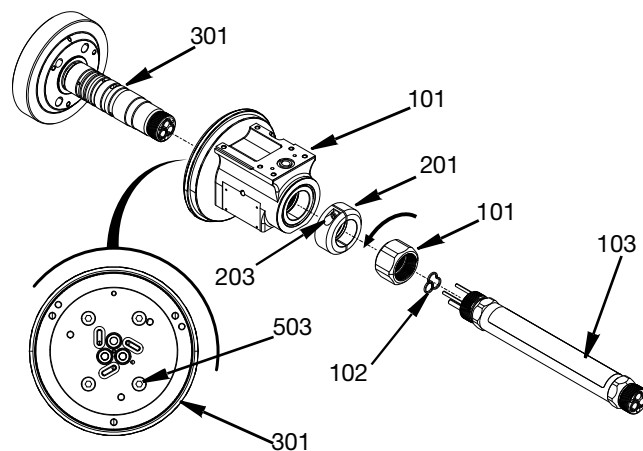

ABB. 19
1. Lösen Sie die Spannschraubenmutter (101), indem Sie sie gegen den Uhrzeigersinn drehen, so dass sie auf das Hauptgehäuse der Switch 3D Edelstahl-Pistole zeigt. Durch die Drehung der Mutter wird die lange Rohrbaugruppe (103) vom Mittelteil (301) abgetrennt. Die Adapterdichtung (102) entsorgen.
2. Lösen Sie die beiden M5 Innensechskant-Schrauben (203) mit einem Sechskantschlüssel und entfernen Sie die Sicherungsringbaugruppe (201) zusammen mit der Unterlegscheibe (202).
3. Um den Druck auf die internen Dichtungen zu entlasten und die Demontage zu erleichtern, richten Sie die Zugriffslöcher am Mittelteil (301) mit den vier M6-Schrauben (503) aus und lösen Sie die Schrauben.
4. Klopfen Sie das Zentralgehäuse (301) mit einem weichen Hammer aus dem Drehgelenkgehäuse (511). Siehe ABB. 19.